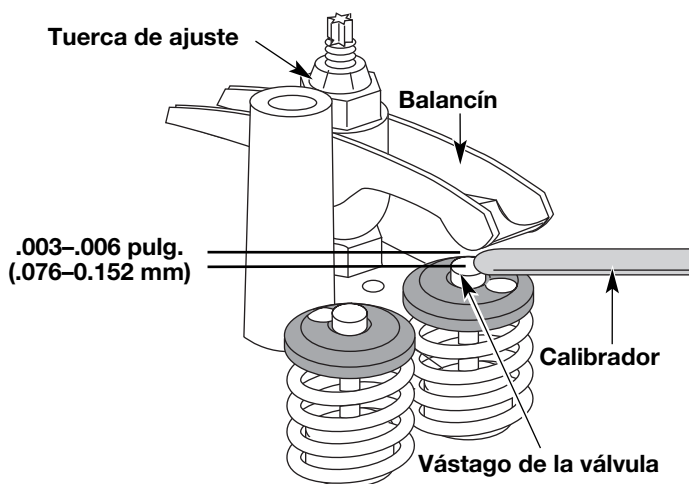

Figure 41
- a. Gire la tuerca de ajuste con una llave de 5/16 pulgadas (8 mm) o una guía de tuercas (Fig. 41).